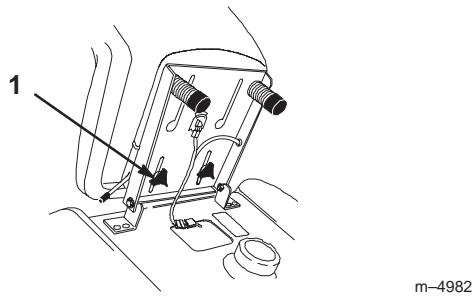

Figure 22
1. Soulevez le siège et desserrez les boutons de réglage (Fig. 22).